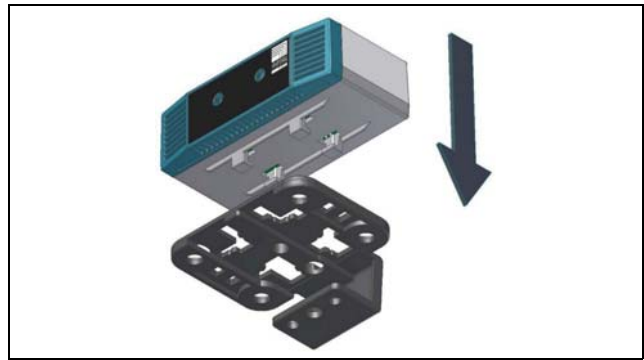
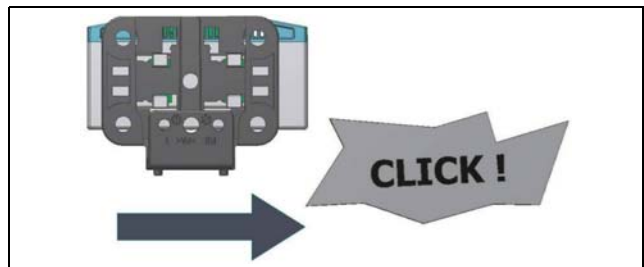

Рис. 2: Установка датчика на держатель
Рис. 3: Фиксация датчика на держателе
- Затем установите датчик CAN-Bus на держателе (рис. 2) и зафиксируйте его (рис. 3).